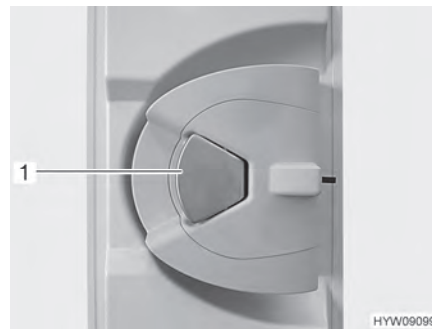

Bild 32 Türschloss (Eingangstür innen)
- Öffnen:** ■ Wenn das Türschloss verriegelt ist: Am Türgriff (Bild 32,1) einmal ziehen. Die Tür ist entriegelt.
- Am Türgriff (Bild 32,1) ziehen. Die Tür ist geöffnet.
- Verriegeln:** ■ Den Türgriff (Bild 32,1) drücken.